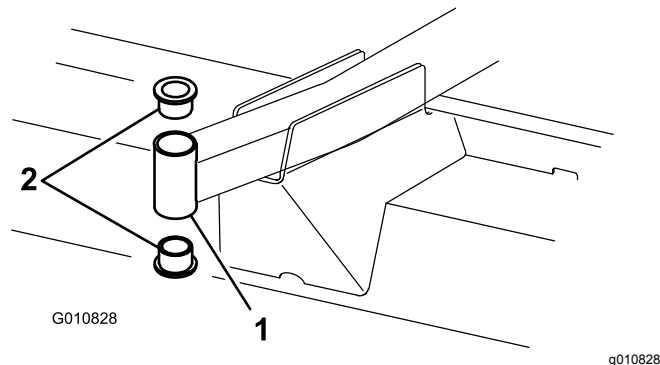

図 21
4. 取り付けチューブの上または下からピンポンチを差し込み、ブッシュをたたき出す 図 21。もう1個のブッシュについても同様にして取り出す。